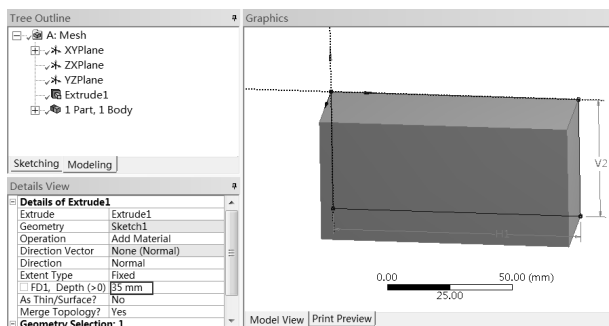

图 3-80 生成实体
Step9: 如图 3-80 所示, 在工具栏中单击 Extrude 按钮, 在出现的面板中做如下操作。